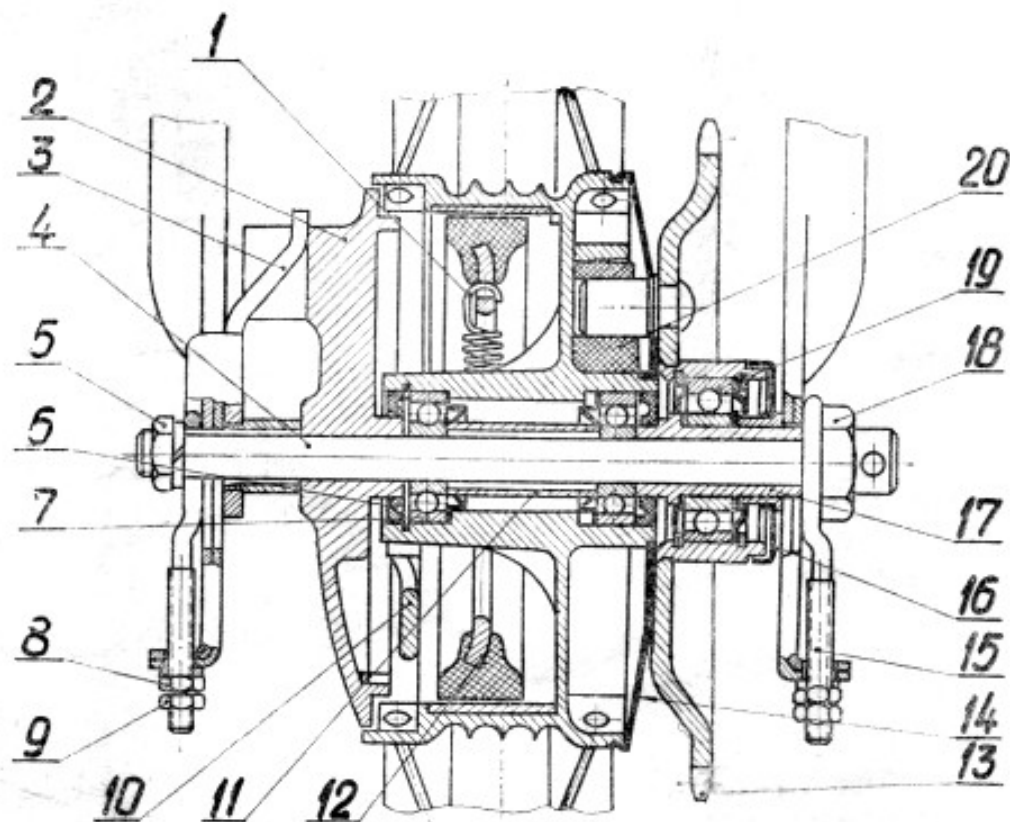

Рис. 11. Втулка заднего колеса
Колеса мопеда состоят из обода, втулки с тормозным барабаном, спиц, nipples и шин. Каждое колесо вращается на двух шарикоподшипниках, запрессованных во втулках. Втулка заднего колеса показана на рис. 11.
- ослабьте гайки заднего колеса 5 и 18 (Рис. 11),